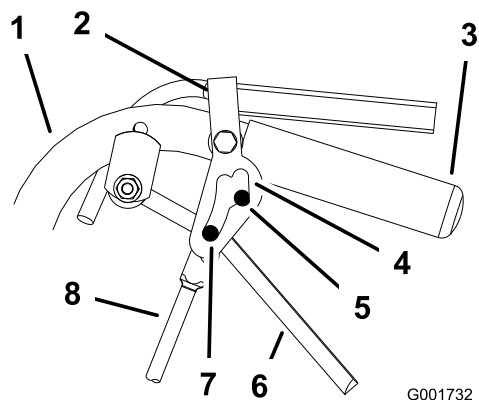

**Рисунок 39**
1. Отрегулируйте длину тяги управления, отпустив рычаг привода и сняв игольчатый шплинт и шплинтуемый штифт. Поверните тягу в ее опоре (Рисунок 39).
4. Установите шплинтуемый штифт в рычаг привода (Рисунок 39).
- Установите игольчатый шплинт в шплинтуемый штифт и между рычагом привода и фиксатором нейтрального положения (Рисунок 39).